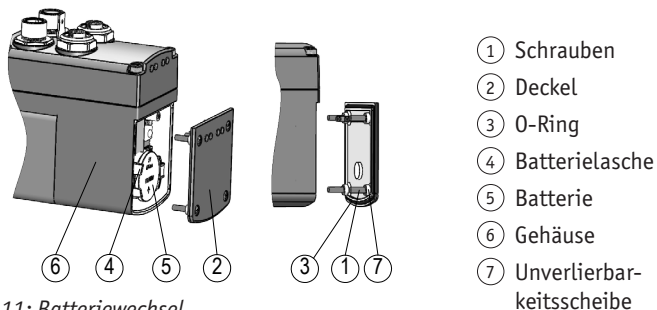

Abb. 11: Batteriewechsel
Der Stellantrieb verfügt über mehrere LEDs, die den Status des Antriebes und des Ethernet-Moduls anzeigen. Die Bedienelemente befinden sich unterhalb des Deckels (**Abb. 10**, **Abb. 11**).
- ▶ Schrauben ① gleichmäßig anziehen bis der Deckel ② vollständig auf Anschlag mit dem Gehäuse ⑥ ist (siehe **Abb. 11**).
- ▶ Auf korrekten Sitz der O-Ringes ③ achten.
Demontage (**Abb. 11**):
Montage (**Abb. 11**):